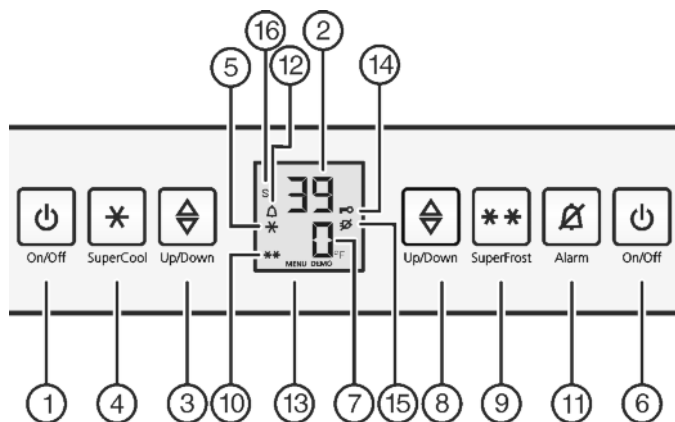

Fig. 3
- Appuyer sur la touche On/Off Fig. 3 (6) du congélateur.
- ▶ Appuyer sur la touche On/Off Fig. 3 (1) du compartiment réfrigérateur.
- ▷ Le symbole Sécurité enfants Fig. 3 (14) s'allume dans l'affichage.
- ▶ Appuyer brièvement sur la touche On/Off du compartiment congélateur Fig. 3 (6).
- ▶ Activer le mode de réglage : appuyer sur la touche SuperFrost Fig. 3 (9) pendant env. 5 s.
- ▷ Le symbole Menu Fig. 3 (13) luit.
- ▶ Sélectionner ° à l'aide de la touche de réglage du compartiment congélateur Fig. 3 (8).
- ▶ Confirmer : enfoncer brièvement la touche SuperFrost Fig. 3 (9).
- ▶ Sélectionner °F ou °C à l'aide de la touche de réglage compartiment congélateur Fig. 3 (8).
- ▶ Quitter le mode de réglage : Appuyer sur la touche On/Off du congélateur Fig. 3 (6).
- ▶ Activer le mode de réglage : appuyer sur la touche SuperFrost Fig. 3 (9) pendant env. 5 secondes.
- ▷ Le symbole Menu Fig. 3 (13) apparaît dans l'affichage.
- ▶ Confirmez en appuyant brièvement sur la touche SuperFrost Fig. 3 (9).
- ▷ Le symbole Sécurité enfants Fig. 3 (14) s'éteint.
- ▶ Sélectionner **c** à l'aide de la touche de réglage du compartiment congélateur Fig. 3 (8).
- ▶ Appuyer sur la touche Alarme Fig. 3 (11).